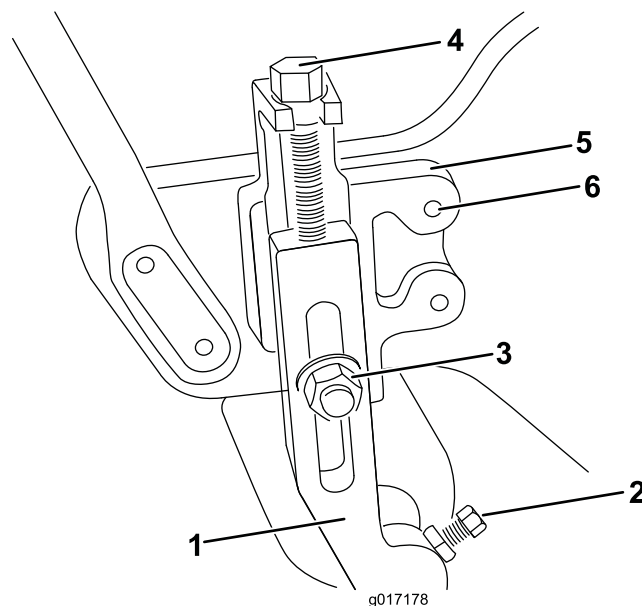

Figura 1
- En el Greensmaster 1600 solamente, retire los tornillos de ajuste de la altura de corte, las contratueras y los tornillos de fijación de los brazos de ajuste de la altura de corte (Figura 1).
En el Greensmaster 800 y 1000 solamente, retire los dos pernos de cara cónica que sujetan los soportes de altura de corte a las chapas laterales en cada lado de la máquina (Figura 1). Instale cada soporte de altura de corte en el lado opuesto de la máquina, sin pernos. Utilice los juegos traseros de taladros de montaje de las chapas laterales.
- Afloje las contratuercas y los tornillos de fijación que sujetan cada extremo del rodillo delantero a los brazos de ajuste de la altura de corte (Figura 1).
- Retire los pernos de cuello cuadrado y las contratuercas que sujetan los brazos de ajuste de la altura de corte a los soportes de ajuste (Figura 1). Retire los brazos de ajuste de la altura de corte y el conjunto del rodillo.